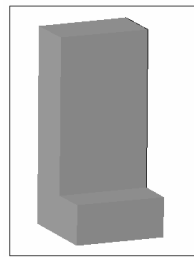

图 15-55 调整视角后的效果
(10) 在 **3D Orbit** 中, 改变视角, 如图 15-55 所示。